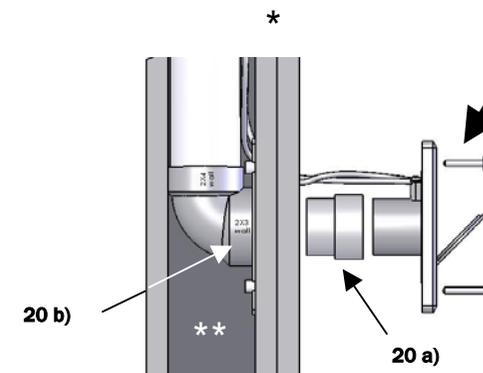

FIGURE 20
- 4- In the case of a thick wall covering (\*), use a special adaptor to connect the inlet valve. Figure 20 a). See your distributor.
- 5- In the case of a narrow wall space (\*\*), place the 90° short elbow to the inlet valve on the 2 X 3 side. Figure 20 b).
- 4- Dans le cas d'un revêtement de mur épais (\*), utilisez un adaptateur spécial pour raccorder la prise murale Figure 20 a). Voir votre distributeur.
- 5- Si l'entre mur est étroit (\*\*), placez le coude 90° court côté 2 X 3 sur la plaque murale. (Figure 20 b)